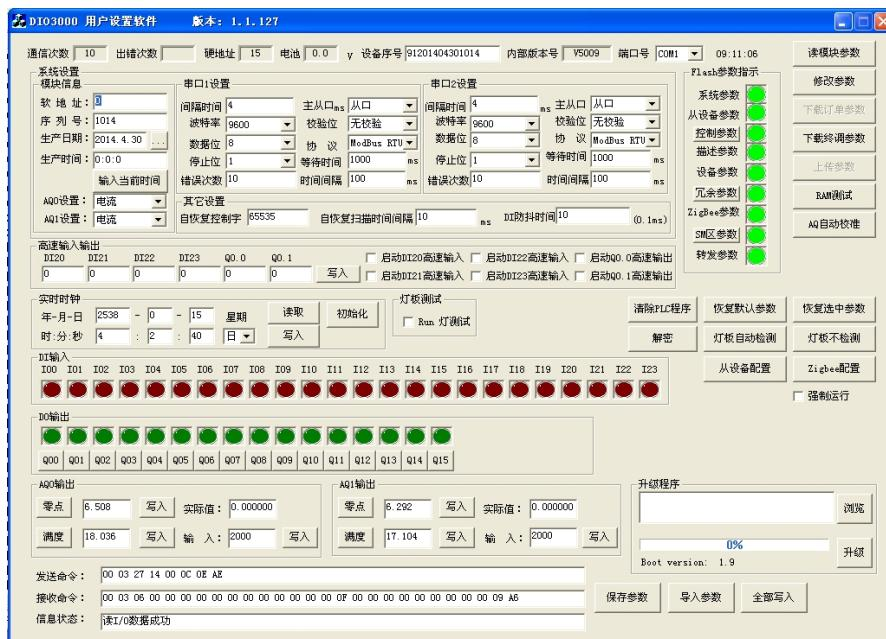

图 6-1-2 DIO3000 用户设置软件
(2) 启动设置软件：启动 DIO3000 用户设置软件，进入如图 6-1-2 所示界面，单击“通信”按钮。设置软件连接控制器，读取控制器系统参数，进入参数设置状